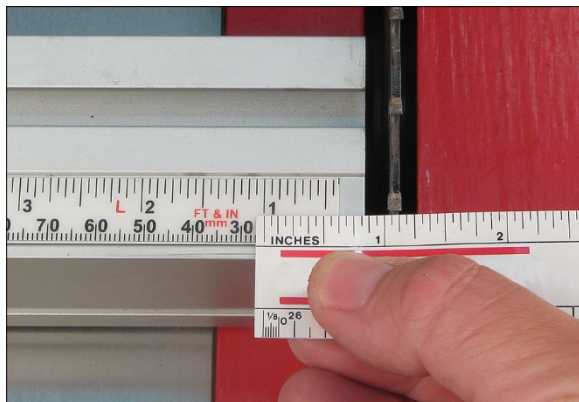

Рисунок 8-12
3. С помощью отдельной шкалы отмерьте 30 мм от края зуба пильного диска. (Используйте край зуба, а не плоскую поверхность пильного диска, чтобы учесть фактическую ширину резания). См. Рис.8-12.